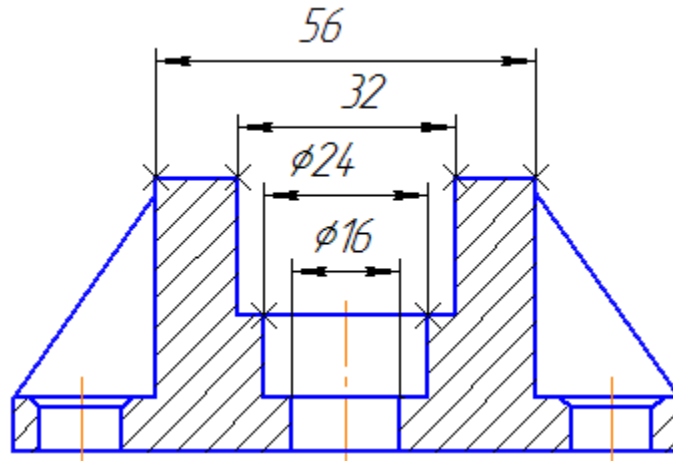

Рисунок 51.
- Проставьте остальные размеры, указывая их базовые точки и положения размерных линий. К размерной надписи размера проточки добавьте значок диаметра (рис. 51).